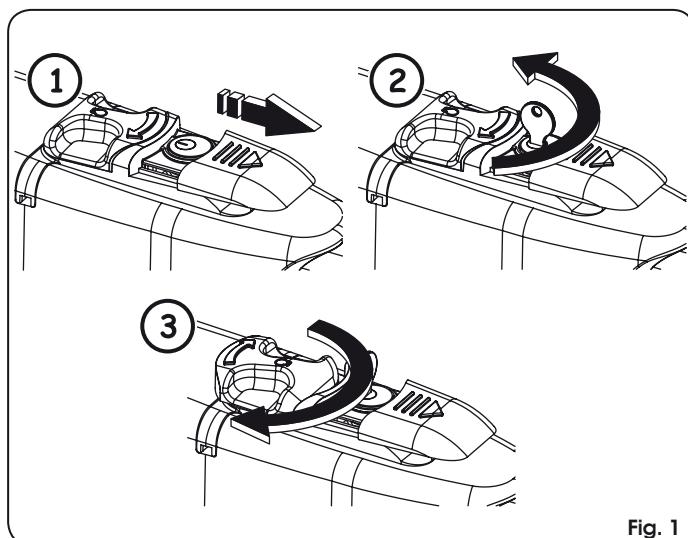

Fig. 1
2. Schuif het beschermdeksel weg, fig. 1/1.
3. Steek de sleutel erin en draai hem 90°, fig. 1/2.
4. Om de aandrijving te ontgrendelen draait u de bedieningshendel 180° in de richting van de pijl op het ontgrendelsysteem, fig. 1/3.